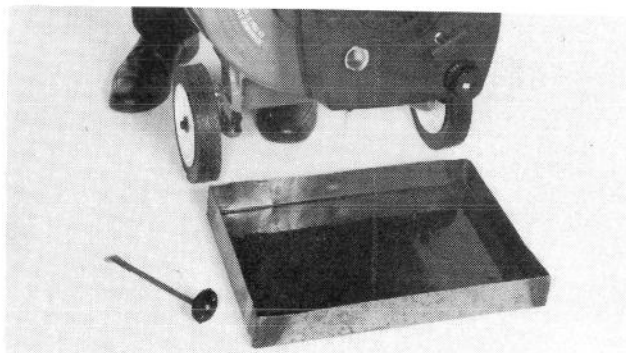

Figure 40
3. Inclinez la tondeuse vers l'avant pour que toute l'huile s'écoule, par le goulot de remplissage, dans le bac de vidange (Fig. 40).